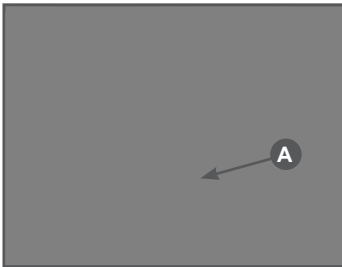

Рис. 11 Положение регулировочного винта подачи масла
3. Количество подаваемого масла можно регулировать с помощью регулировочного винта А, который находится снизу бензопилы (Рис. 11).